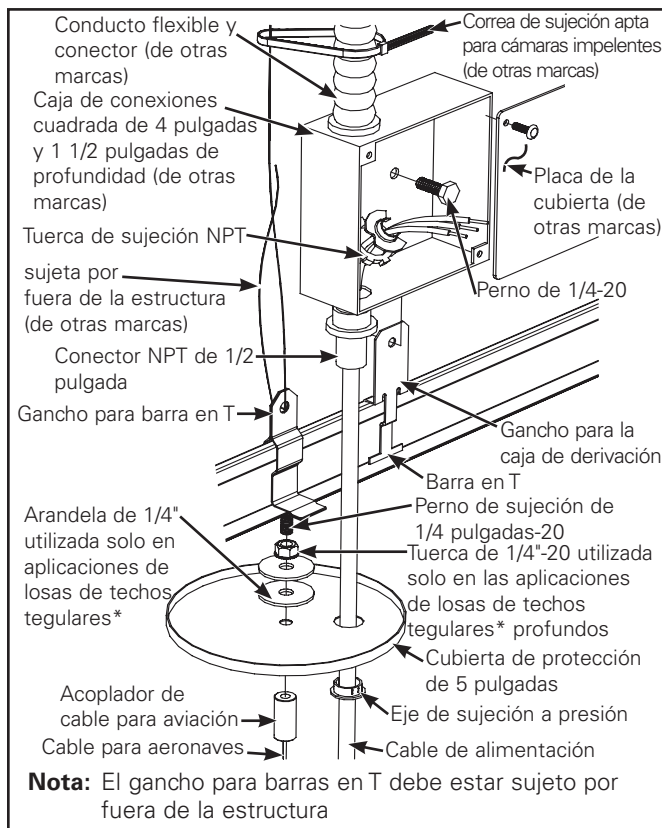

Figura 9. Alimentación
1. Ubicaciones de montaje en la disposición. (Figura 9.)